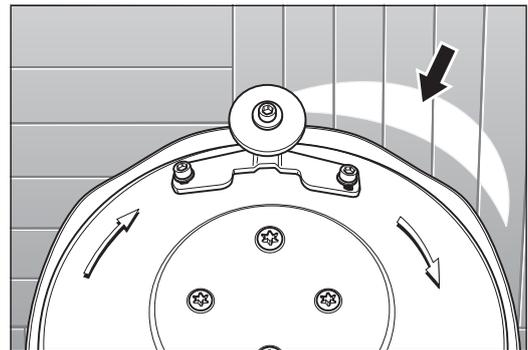
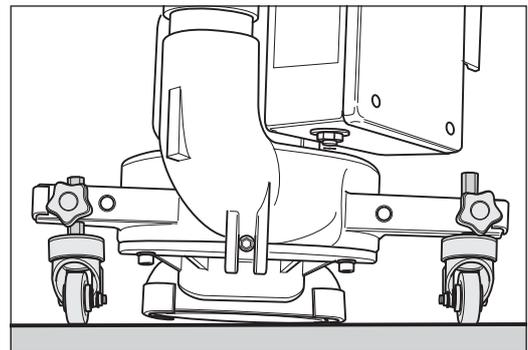
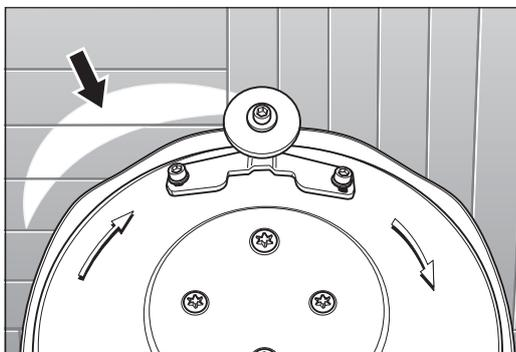
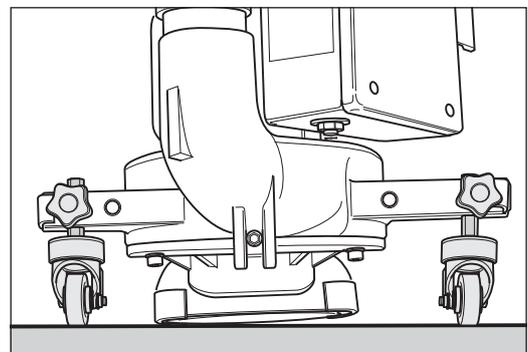

Abb. 24 **Falsche** Einstellung der Lenkrollen: Die Maschine schleift zu weit **rechts**.
Abb. 25 Die Maschine schleift zu weit **rechts**: Die **linke** Lenkrolle hebt die Maschine weiter an als die **rechte** Lenkrolle.
Abb. 26 **Falsche** Einstellung der Lenkrollen: Die Maschine schleift zu weit **links**.
Abb. 27 Die Maschine schleift zu weit **links**: Die **rechte** Lenkrolle hebt die Maschine weiter an als die **linke** Lenkrolle.
- 8 Schleift die Maschine zu weit rechts (Abb. 24) oder zu weit links (Abb. 26), sind die Lenkrollen **nicht gleich hoch** eingestellt (Abb. 25 und Abb. 27)!